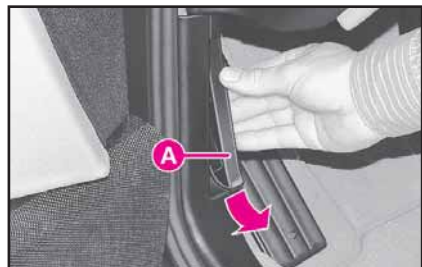

fig. 212
- 2) tire de la palanca A (fig. 212) en el sentido indicado por la flecha;